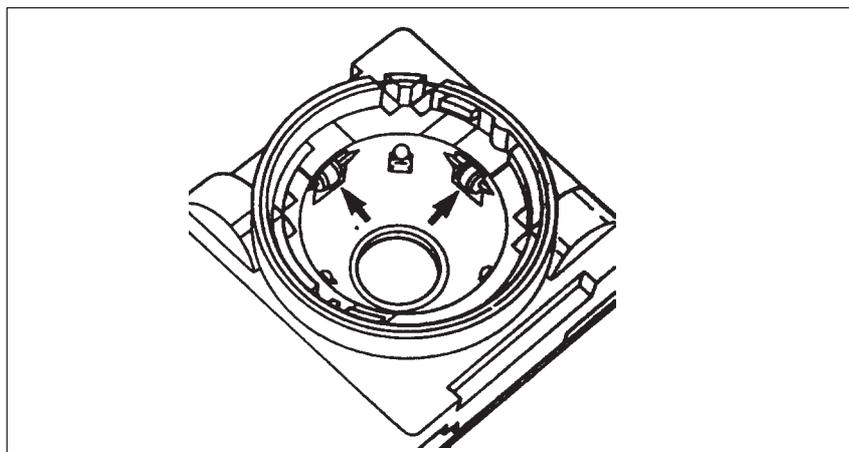

Bild 2-13 Reinigung der Laufrollen
6. Reinigen Sie die Laufrollen (Bild 2-13)